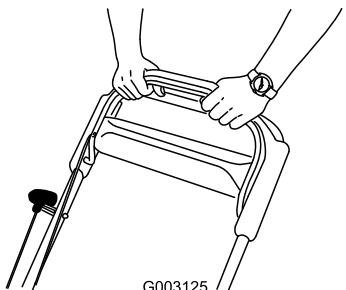

Bild 17
3. Drücken Sie den Schaltbügel gegen den Holm (Bild 17).